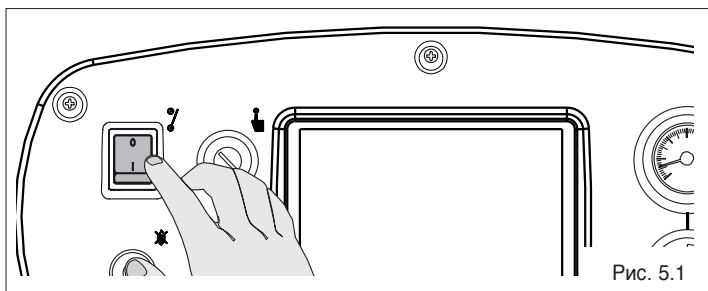

Рис. 5.1
- переведите главный выключатель на панели управления в положение (0) «Выключено» (Рис. 5.1)